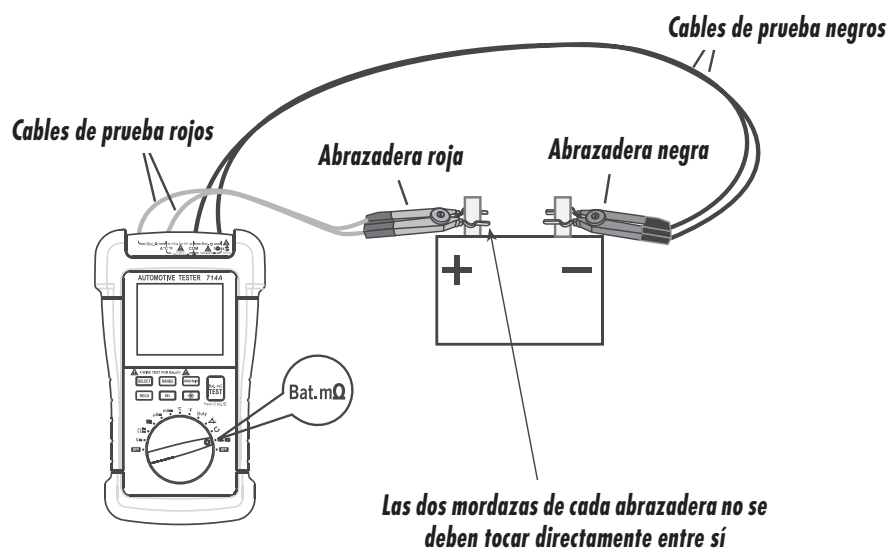

figura 8
2. Ver la figura 8, insertar los enchufes de los dos cables de prueba rojos en los dos terminales " $Bat. \oplus$ " y los enchufes de los dos cables de prueba negros en los dos terminales " $Bat. \ominus$ ".
Poner la abrazadera roja al terminal positivo de la batería y la abrazadera negra al terminal negativo de la batería (figura 8).
Nota: Para una medición exacta, las dos mordazas de cada abrazadera no se deben tocar entre sí directamente (figura 8).